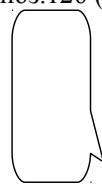

Рис.2.1
**ИИ** Закрепить штангу продольную поз.3 между штангами поперечными поз.4,5, используя винты M6x35 поз.18, гайки M6 со стопорным кольцом поз.23, шайбы C6x18 стальные поз.29 (рис.2.1). Присоединить левую и правую рамы кровати поз.1,2 к штангам поперечным поз.4,5, используя винты M6x30 поз.17, гайки M6 со стопорным кольцом поз.23, шайбы C6x18 стальные поз.29. Присоединить стойки со вкладышем поз.9A к рамам левой и правой, расположив в соответствии с рисунком 2.1, используя винты M6x50 поз.19, гайки M6 со стопорным кольцом поз.23, шайбы C6x18 стальные поз.29.